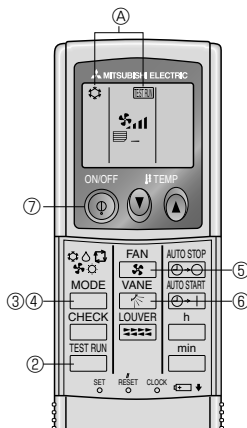

Fig. 7-2
7.2.2. De draadloze afstandsbediening gebruiken (Fig. 7-2)